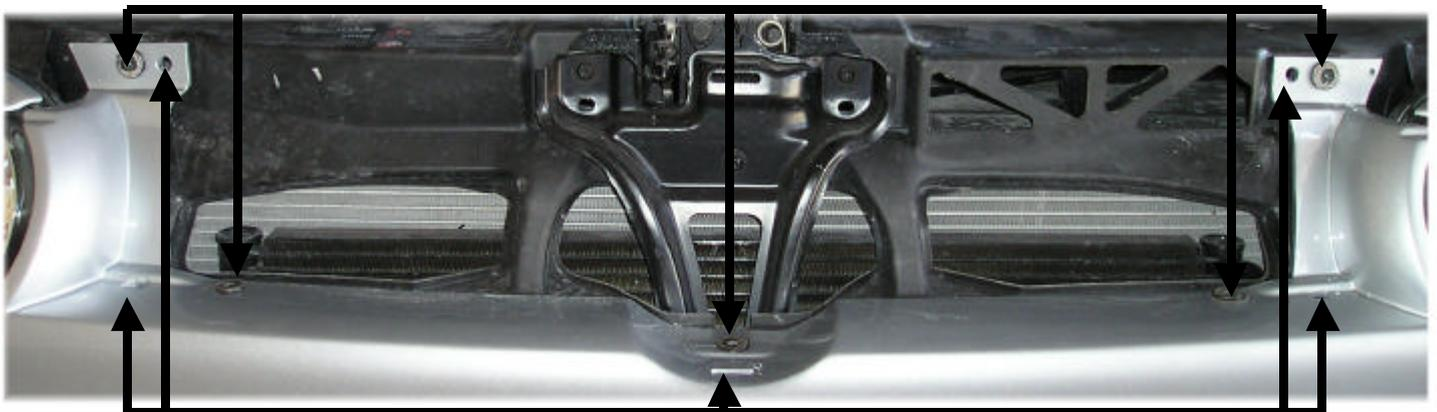

Abb.4-2
- ➔ Frontspoiler im Bereich des Frontgrills 5 mal mit Bohrer (6 – 8 –10 mm) an den gekennzeichneten Stellen durchbohren (Abb. 4-1) . Zur Befestigung des Frontgrills am Frontspoiler oben (Abb. 4-2) die 3 am Frontspoiler gekennzeichneten Langlöcher durchbohren und ausfeilen.